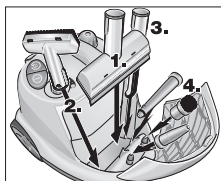

Fig. 10: Compartimento para los accesorios
- Introduzca los accesorios pequeños y las boquillas de limpieza manual, limpieza de ventanas y chorro concentrado en el compartimento de accesorios (véase la fig. 10).